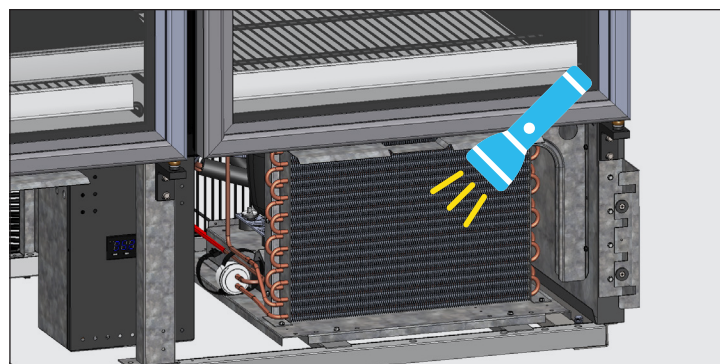

Fig. 4. Vérifiez que toutes les obstructions ont bien été éliminées.
4. Une fois la saleté retirée de la surface du serpentin, utilisez une lampe torche pour vérifier que vous voyez à travers le serpentin et observez la rotation des lames du ventilateur du condensateur. Voir fig. 4.